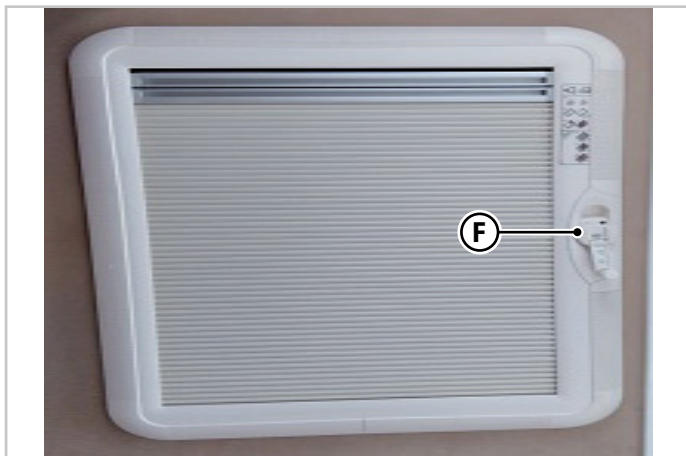

Fig.6.7 - Claraboia basculante - Tipo B
Claraboia basculante - Tipo B (Fig.6.7)
- Levantar a alavanca de segurança (**F** - Fig.6.7) e rodá-la no sentido anti-horário para elevar a claraboia até à posição desejada.